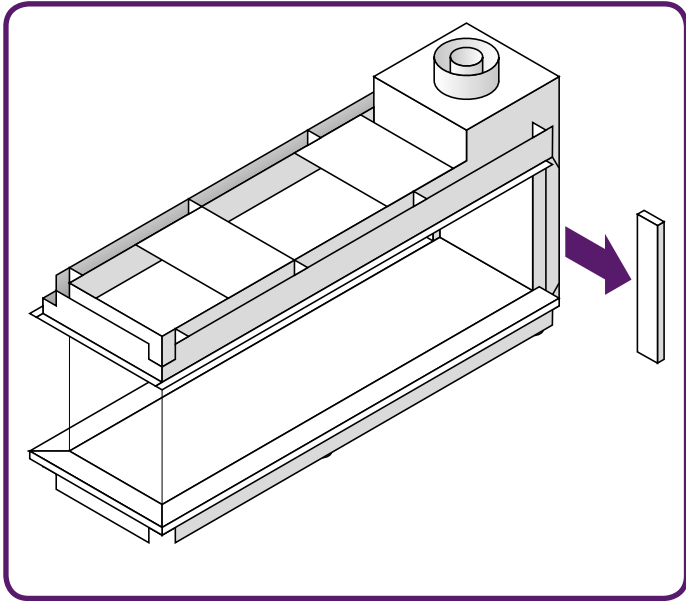

Figure 10.9 - Remove side trims
- Entfernen Sie beide Seitenverkleidungen. Sie werden durch magnetische Clips gehalten (**Abbildung 10.9**).